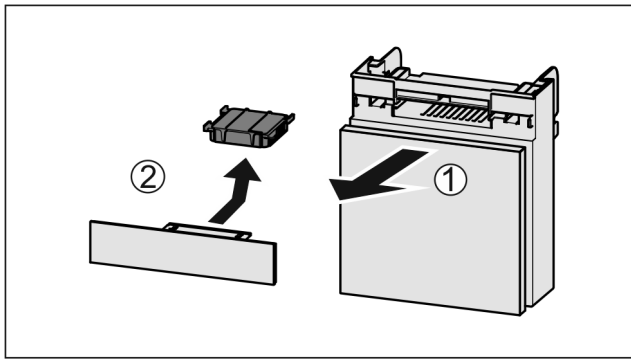

Fig. 67
- ▶ Extraire le compartiment par l'avant Fig. 67 (1).
- ▶ Sortir le filtre à charbon actif Fig. 67 (2).